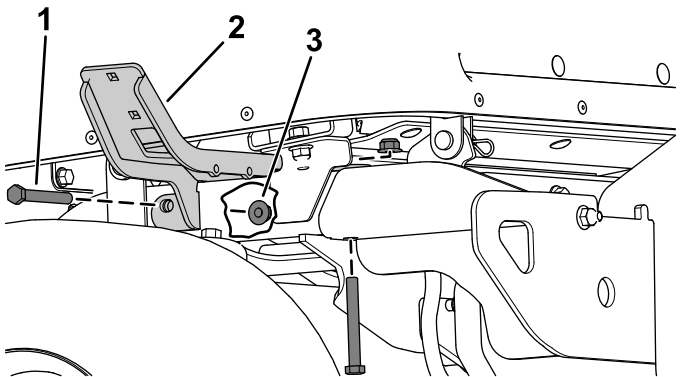

Figura 22
2. Prenda a montagem esquerda e montagem direita aos tubos da estrutura traseira utilizando dois parafusos hexagonais ($\frac{3}{8}$ x 3 pol.) e duas porcas de bloqueio ($\frac{3}{8}$ pol.) em cada lado (Figura 22).